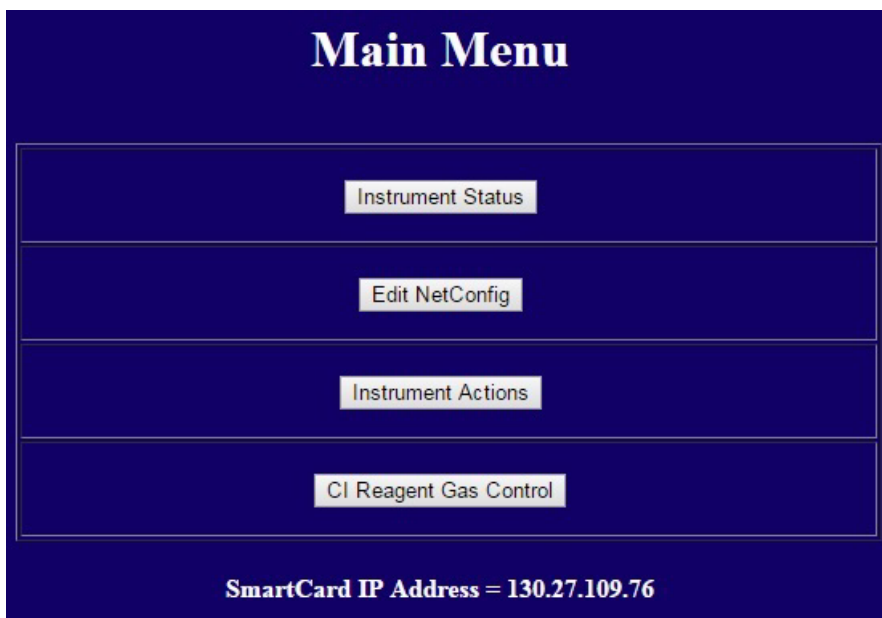

Figure 28. Menu principal de la WUI
- 2 Saisir l'adresse IP de l'instrument dans l'URL du navigateur Web d'un PC pour afficher la page du menu principal de la WUI. (Voir **Figure 28.**)